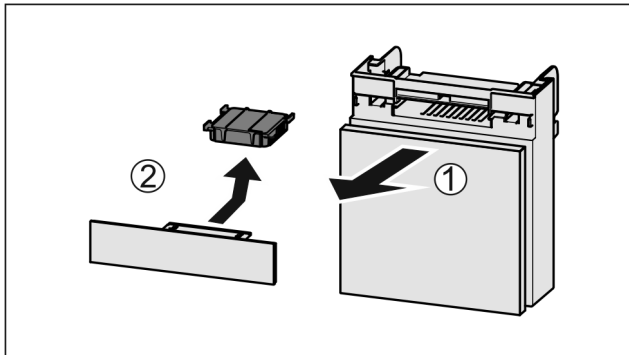

Fig. 42
- ▶ Extraire le compartiment par l'avant Fig. 42 (1).
- ▶ Sortir le filtre à charbon actif Fig. 42 (2).